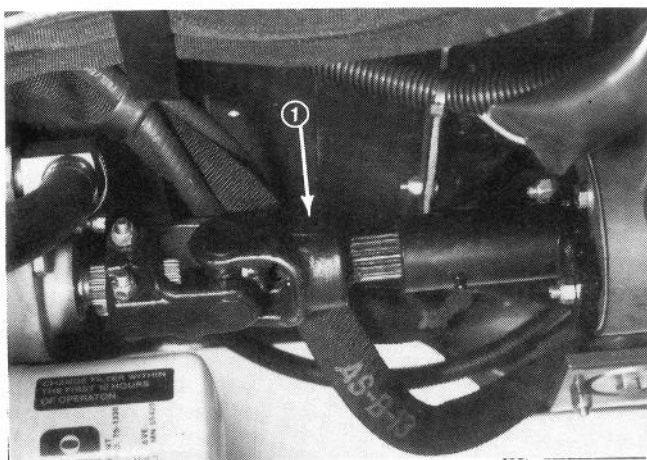

Figura 17
1. Allentate e rimuovete le viti a testa cilindrica che fissano l'albero di trasmissione all'accoppiatore della trasmissione del motore. Allentate le viti a testa cilindrica che fissano l'albero di trasmissione alla scatola dei cambi (Figura 17) e rimuovete l'albero.
5. Finita l'operazione di rimorchio, rimontate l'albero di trasmissione (Figura 17).